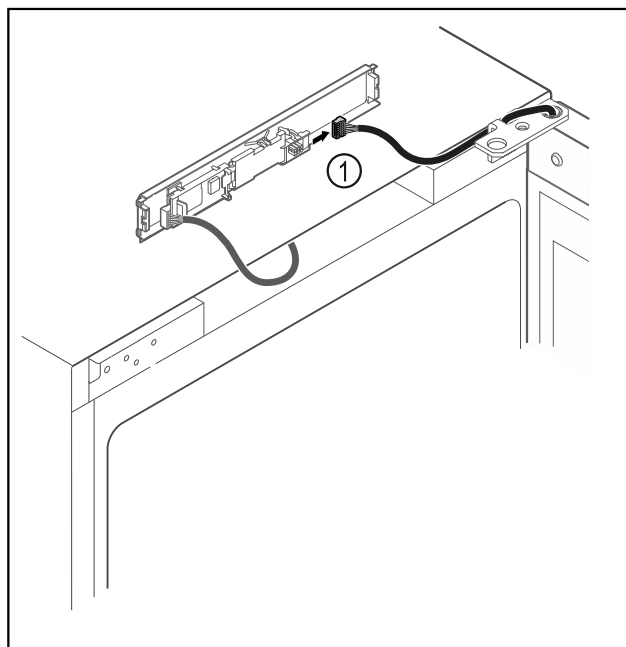

Fig. 19
- ▶ Irrota pistoke Fig. 19 (1) levystä.